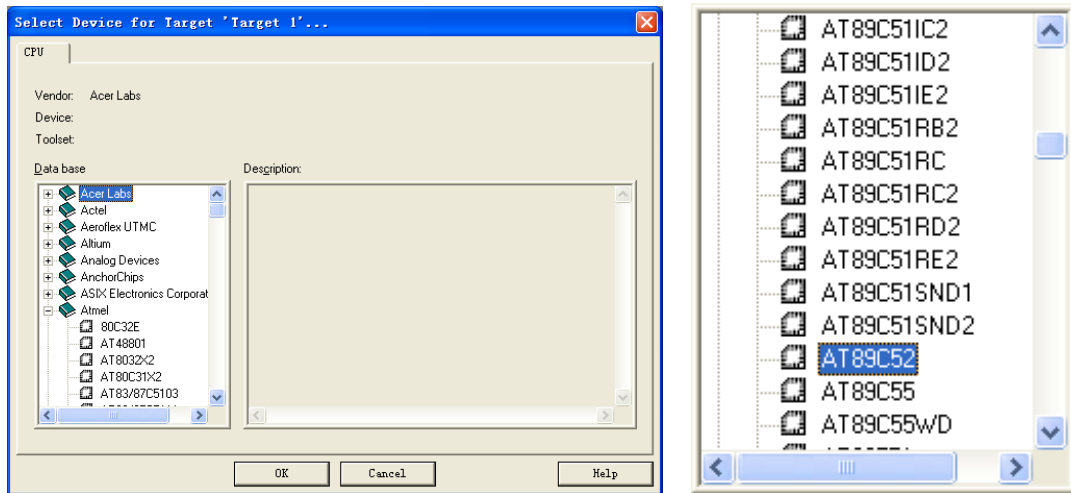

图 2-15 选择 AT89C52
3. 此时弹出如图 2-15 所示的对话框，要求用户选择单片机型号。MGMC-V1.0 实验板搭